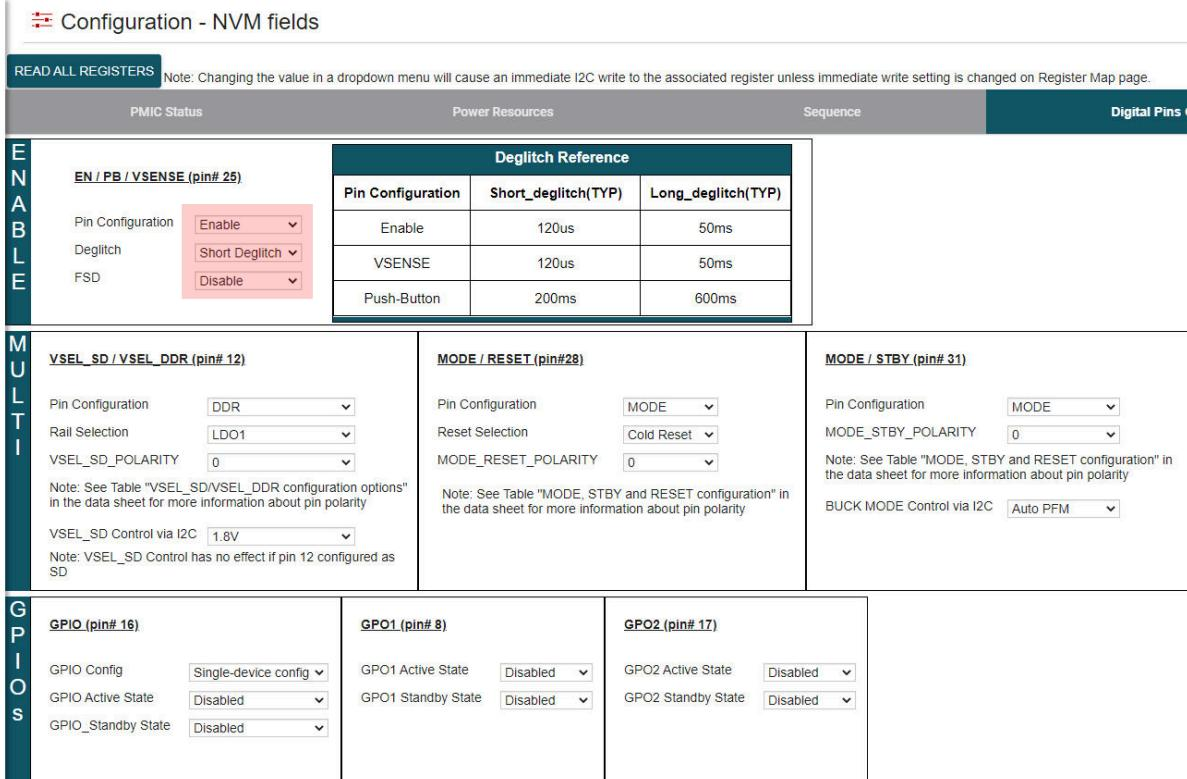

图 5-9. 使用 TPS65215-GUI 的 EN/PB/VSENSE 配置
- 图 5-9 显示了使用 TPS65215-GUI 时需要更改的设置。